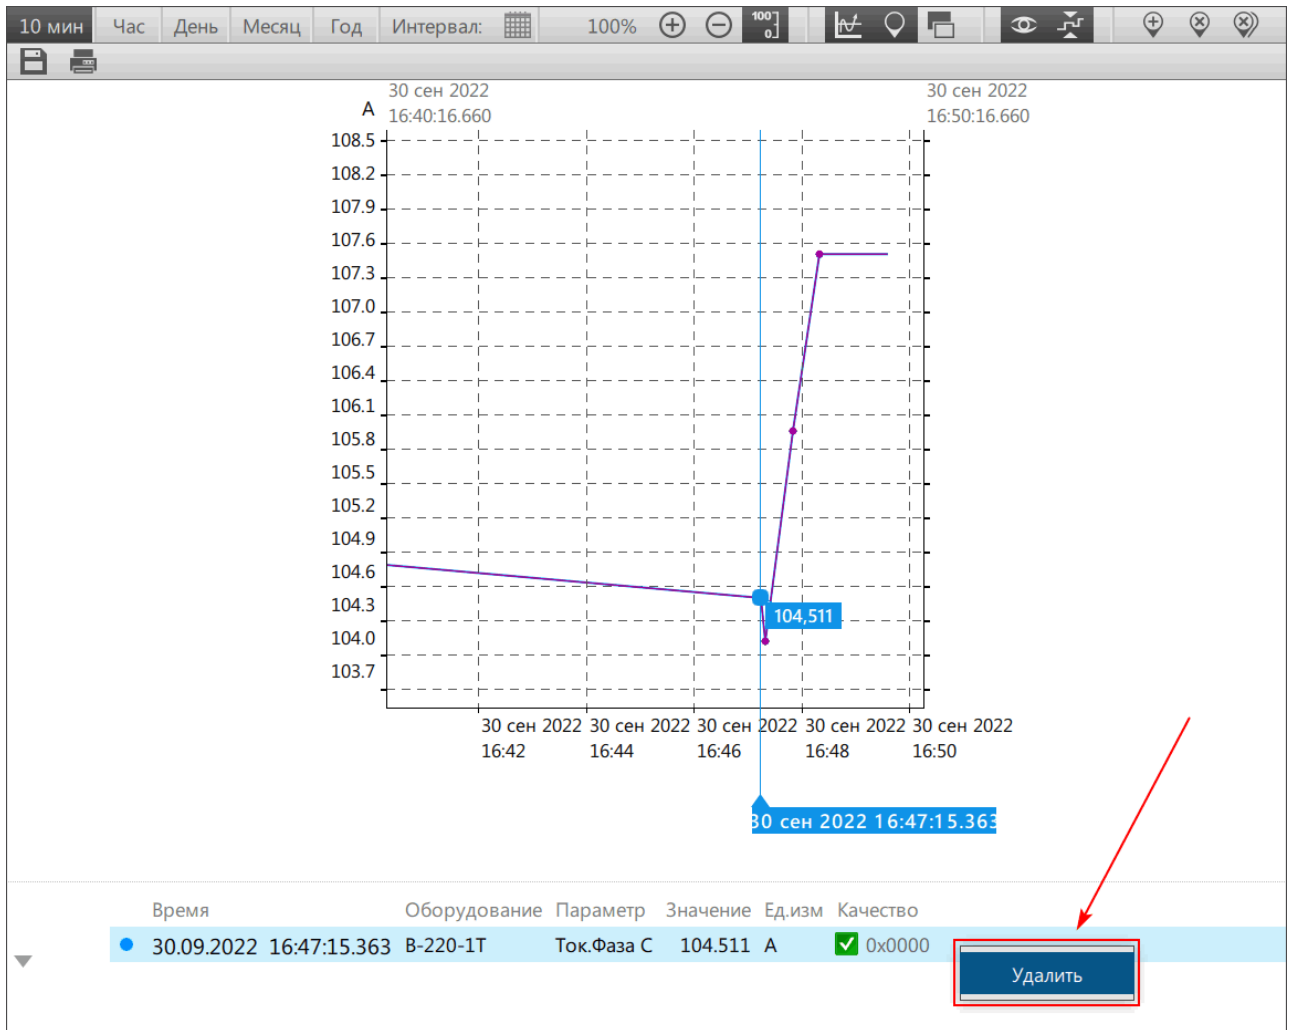

Рисунок 97 - Удалить маркер
2. Нажмите **Удалить** (Рисунок 97).